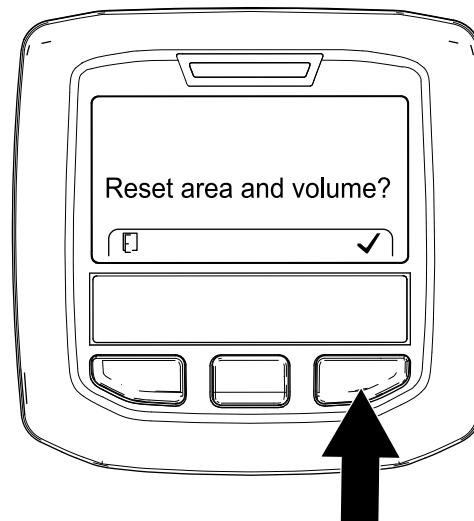

图 110
- 在重置面积和体积屏幕上按右侧 InfoCenter 信息中心按钮 图 110。